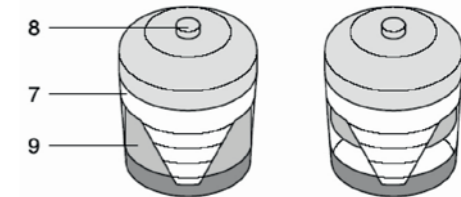

Рис. 5.3 Вакуумметр
1. Ослабьте зажимные скобы (1) и снимите пылеуловитель (2). Очистите пылеуловитель.
2. Извлеките элемент (4) из корпуса (5).
5. Сбросьте показания вакуумметра (Рис. 5.3).